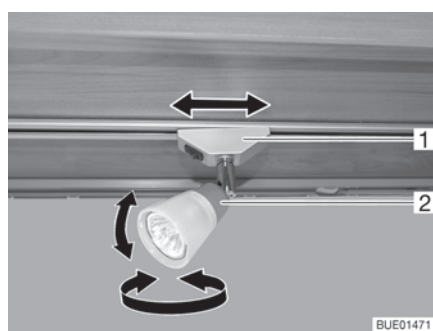

Fig. 35 Spot
Tourner le spot : ■ Tourner le boîtier (Fig. 35,2) du spot dans le sens désiré.
- Tourner le support (Fig. 35,1) d'environ 45°.
- Tourner le support (Fig. 35,1) de 90°.